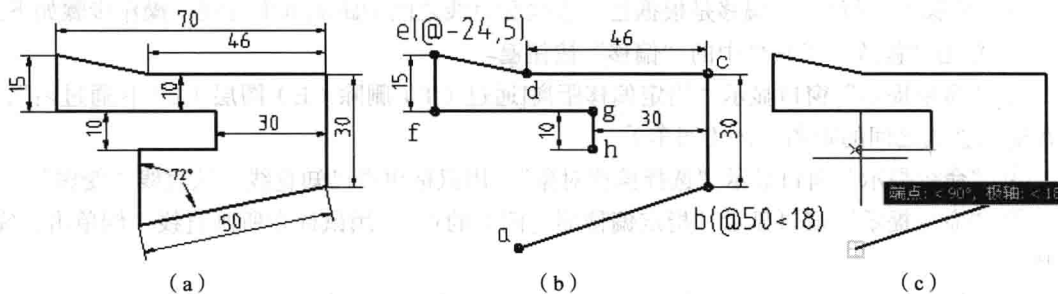

图 1-13 直线图形的画法
例题 1-1 按尺寸绘制平面图形, 如图 1-13 所示。
① 图形分析。分析已知图形, 选择所画的第一条线段, 一般选择不标尺寸的线段开始, 如图 1-13 (a) 所示。
② 绘制直线段。在空白处选一点 a , 分别绘制: 到 b 点极轴线(@50<18), 到 c 点垂直线 30, 到 d 点水平线 46, 到 e 点坐标差线(@-24,5), 到 f 点垂直线-15, 到 g 点水平线-40, 到 h 点垂直线 10, 如图 1-13 (b) 所示。
③ 极轴追踪画图。将“绘图状态”工具栏的“极轴”和“对象追踪”打开,选择直线第一点 h (或 a 点),移动鼠标指针到 a 点 (或 h 点),再回到交点处,显示极轴追踪 (直线),同时在 a 点 (或 h 点) 出现亮点,即可选择直线第二点,如图 1-13 (c) 所示。